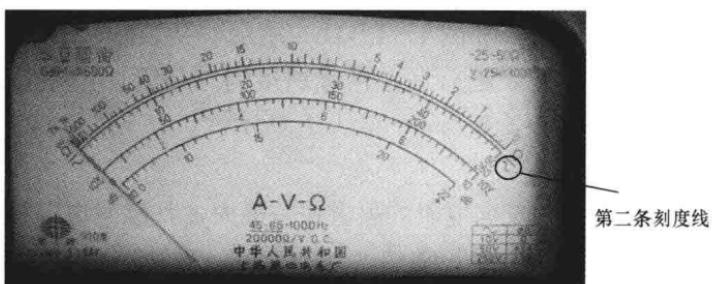

图 4-40 读第二条刻度线
(5) 仔细观察表盘, 直流电流挡刻度线是第二条刻度线, 如图 4-40 所示。